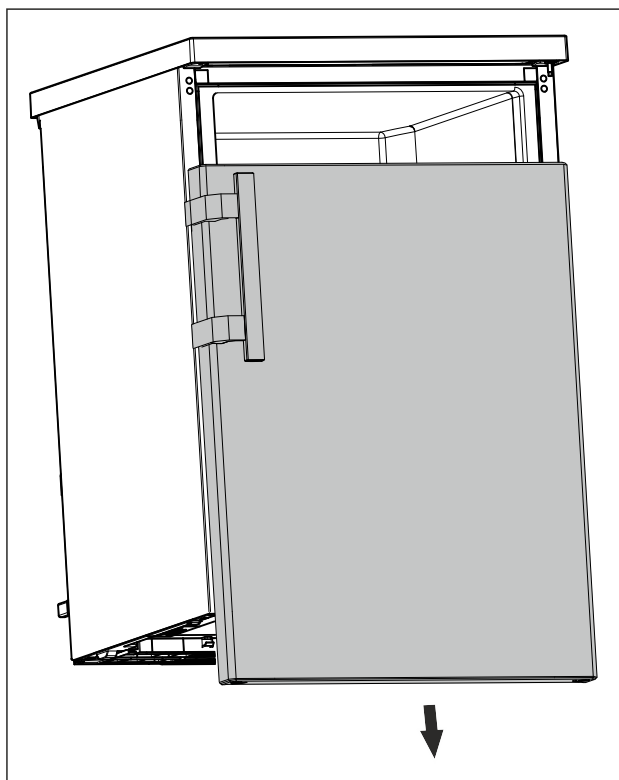

Fig. 16
- Ta av dörr neråt. (se Fig. 16)